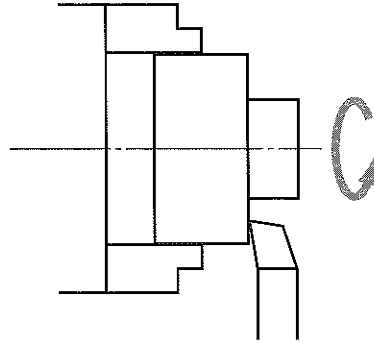

図4
- (1) 材料の加工性のうち、削りやすさのことを(a)性という。
- (2) (b)の働きには、潤滑作用や冷却作用などがある。
- (3) 図4は旋盤で材料を切削している状態を示しているものである。バイトが材料に触れている部分の周速度を(c)速度といい、主軸の単位時間あたりの回転数を(d)速度という。
- (4) 図4のように、回転している材料を刃物で切削することを(e)という。